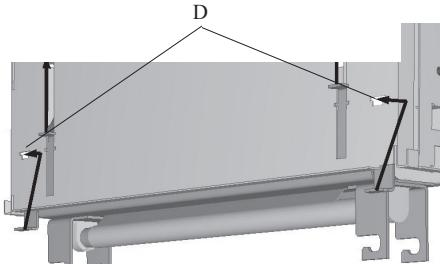

Bild 7
Führen Sie das Chassis weiter ins Gehäuse ein und sichern Sie es durch Einstcken in die Aussparung (D), (Bild 7).